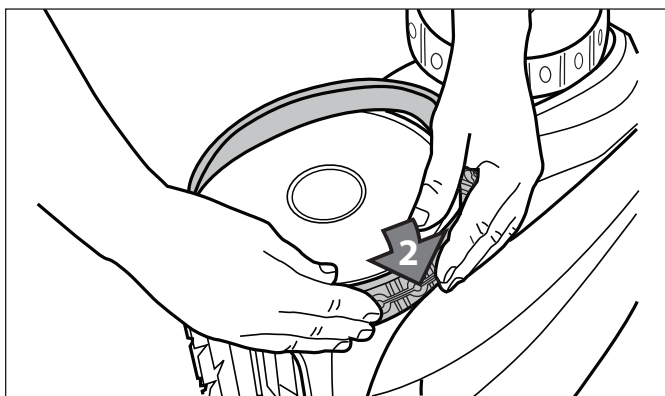

Figure 34. Commencer par un côté du pneu
4. Pousser un côté du pneu sur la roue et mettre la nervure du pneu dans la rainure de la roue (Figure 34).